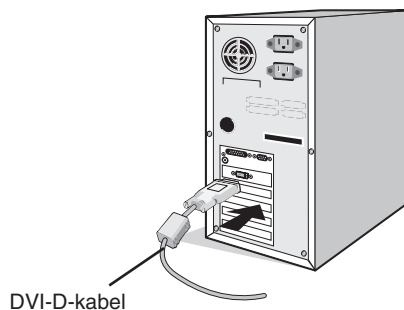

Bild A.1
2. **För dator med digital DVI-utsignal:** Anslut DVI-D-kabeln till systemets grafikkortsport (**bild A.1**). Dra åt alla skruvar.